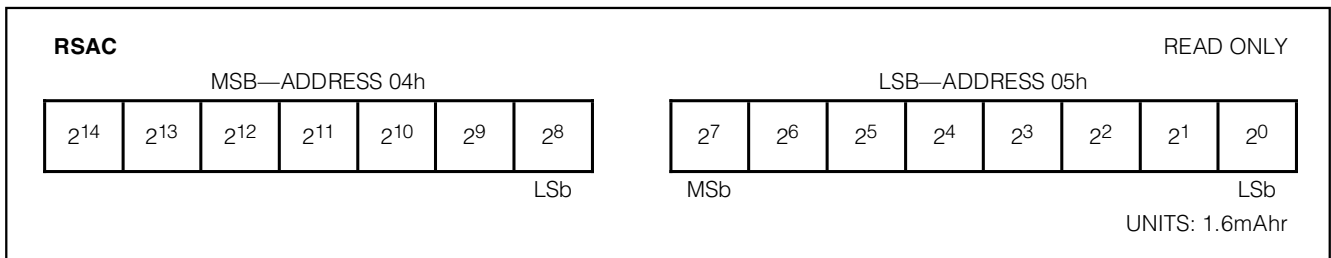

图15. 剩余绝对待机电量寄存器格式
**剩余绝对待机电量RSAC，[mAh]**：RSAC报告当前温度下从待机状态下的空放电量(ISE)到待机空电量时能够得到的电量，以绝对值表示，单位为mAh。RSAC为16位。请参见图15。